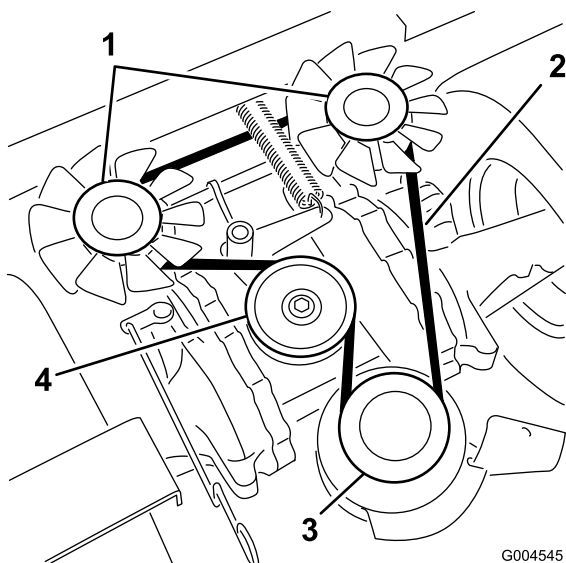

Figura 47
3. Togliete il bullone dal fermo frizione e staccate il cavo elettrico della frizione (Figura 47).
4. Tirate la puleggia di rinvio per allentare la tensione della cinghia sulla puleggia della cinghia (Figura 47).
5. Togliete la cinghia della pompa dalle pulegge del motore e della pompa idraulica (Figura 47).
6. Montate la nuova cinghia attorno alle pulegge del motore e della pompa idraulica (Figura 47).
8. Rilasciate la pressione del tendicinghia a molla (Figura 47).